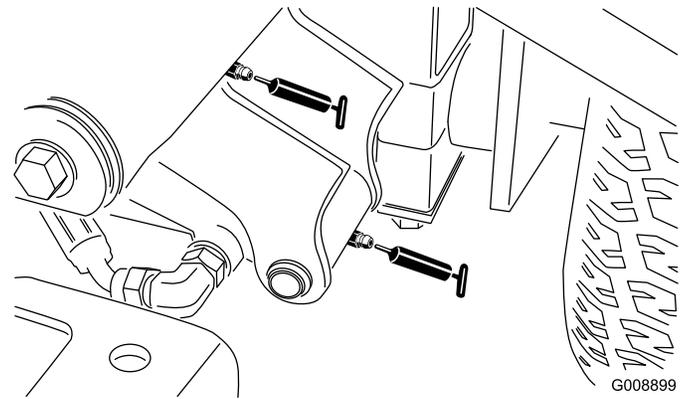

Bild 36
- 2 linke vordere Hubarm-Drehbüchsen und Hubzylinder (**Bild 36**)